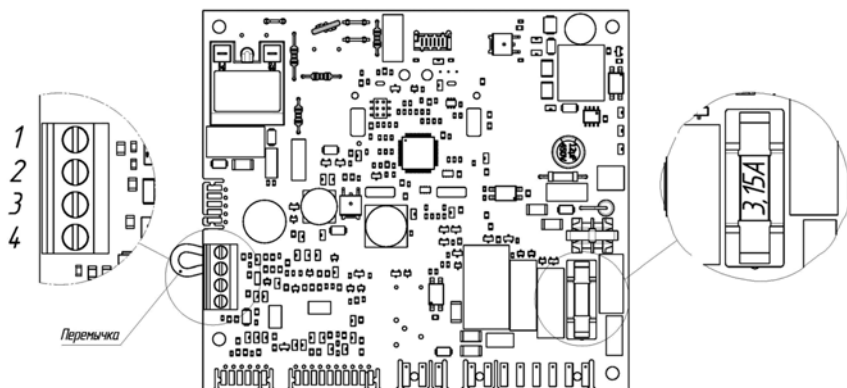

Рис.10. Расположение клемм и предохранителя
- откройте доступ к винтовым клеммам подключения внешних устройств (рис.10);
- удалите перемычку между клеммами (1) и (2);
- проденьте двухпроводной кабель, идущий от термостата, через проходную муфту в корпусе и подключите его к клеммам (1) и (2).
- проденьте двухпроводной кабель, идущий от термостата, через проходную муфту в корпусе и подключите его к клеммам (3) и (4);